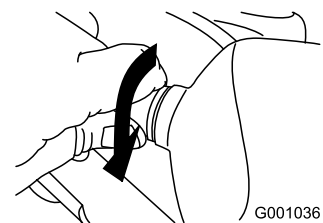

Рисунок 59
5. Поворачивайте цоколь лампы по часовой стрелке до тех пор, пока лампа не будет надежно ввернута (Рисунок 59).